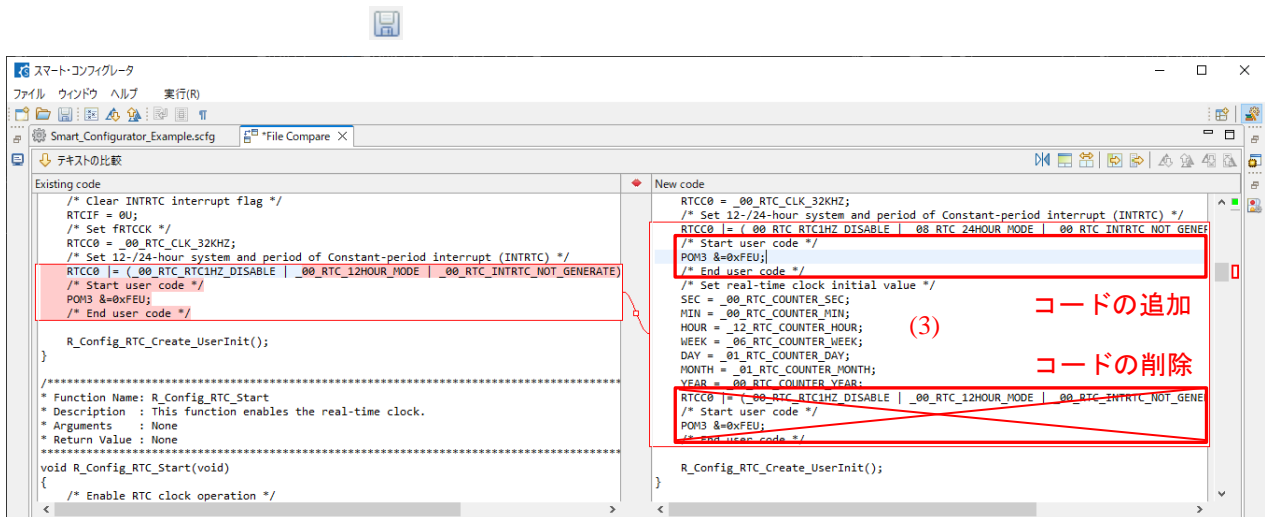

図 11-5 生成コードの競合解決後
- (3) 図 11-5 のように、適切な位置にコードを追加し、不要なコードを削除します。